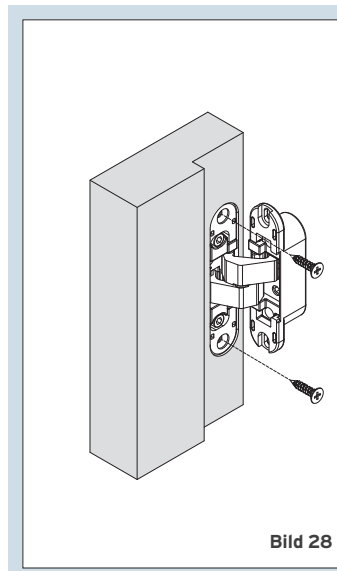

Bild 28
1. Zum Einsetzen des Türblattes in die Zarge, das Band in die Zarge verschrauben (Bild 28).